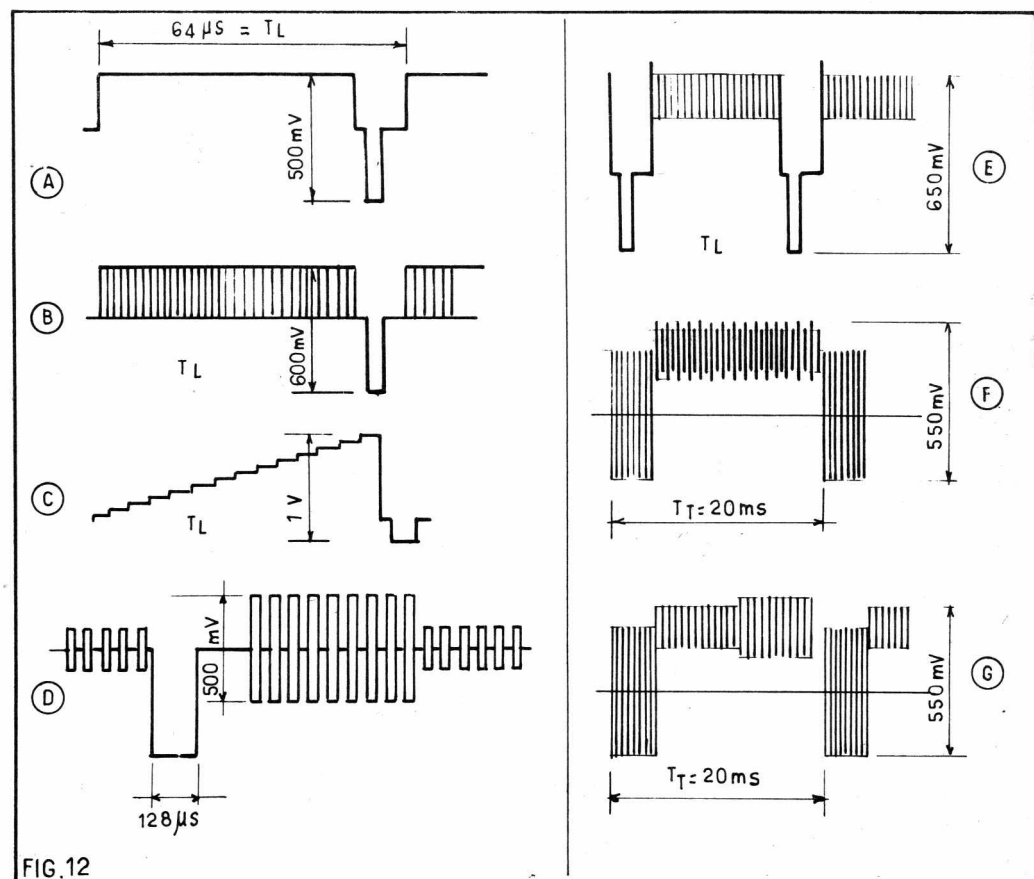

FIG. 12
Le signal de pureté, qui peut être obtenu en 625 lignes a la forme et caractéristiques indiquées en (A) figure 12. En 819 lignes sa forme est analogue mais la période est de 49 μ s au lieu de 64 μ s. C'est un signal à niveau constant ayant pour but de contrôler l'uniformité de couleur sur toute la surface de l'écran du tube cathodique. Il permet aussi un cadrage correct en 625 lignes. Le niveau de la partie d'aller est un palier de gris. Les retours sont des signaux synchro de ligne.
Signal mire de convergence peut être obtenu en 625 et 819 lignes. Celui de B figure 12 est le signal pour 625 lignes. Il crée sur l'écran un quadrillage très fin qui permet de régler les convergences. On a constitué ce signal en faisant la somme d'impulsions, de fréquence multiple de celle de ligne, et d'impulsions de fréquence multiple de celle de trame, ce qui donne évidemment, des lignes horizontales et des lignes verticales constituant le quadrillage.
Signal échelle des gris. C'est le signal en escalier de la figure 12 C. Il est à la fréquence de lignes et chaque « marche » correspond à un niveau différent de luminosité, depuis le minimum (noir) jusqu'au maximum de 1 V qui donnera du blanc,
Signal de réglage « zéro » des discriminateurs. Avec ce signal, représenté en D figure 12, on réglera les discriminateurs des circuits de chrominance système SECAM.
Signal d'identification. Sa forme est représentée en F figure 12. Ce signal est le même que le signal de réglage de zéro des discriminateurs mais la durée de l'intervalle réservé aux lignes d'identification est plus grande ce qui constitue une des originalités du Servochrom de la C.F.T.